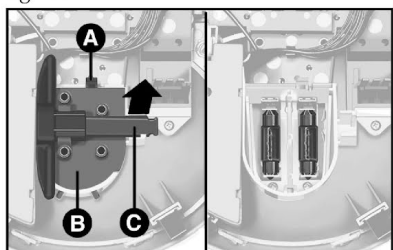

fig. 41
4) Retirar a chave **C**-fig. 41, empurrar a lingüeta **A** e retirar a tampa **B**, conforme o sentido da seta.